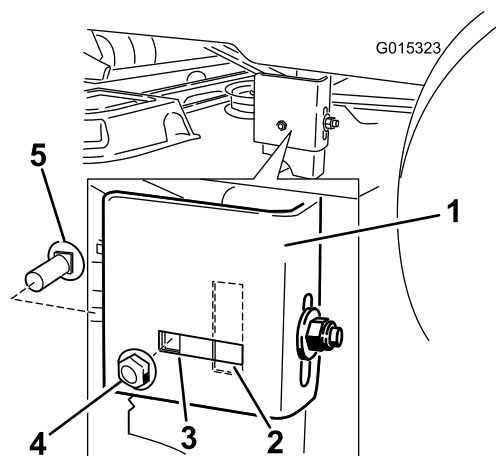

Figura 52
9. Afloje la tuerca de bloqueo trasera de la pletina de suspensión justo lo suficiente para poder retirar la pletina (Figura 52).
11. Cuando la carcasa esté en la posición deseada, apriete la tuerca de bloqueo trasera de la pletina de suspensión para fijar la posición nueva (Figura 52). Apriete la tuerca de bloqueo lateral de la pletina de suspensión.